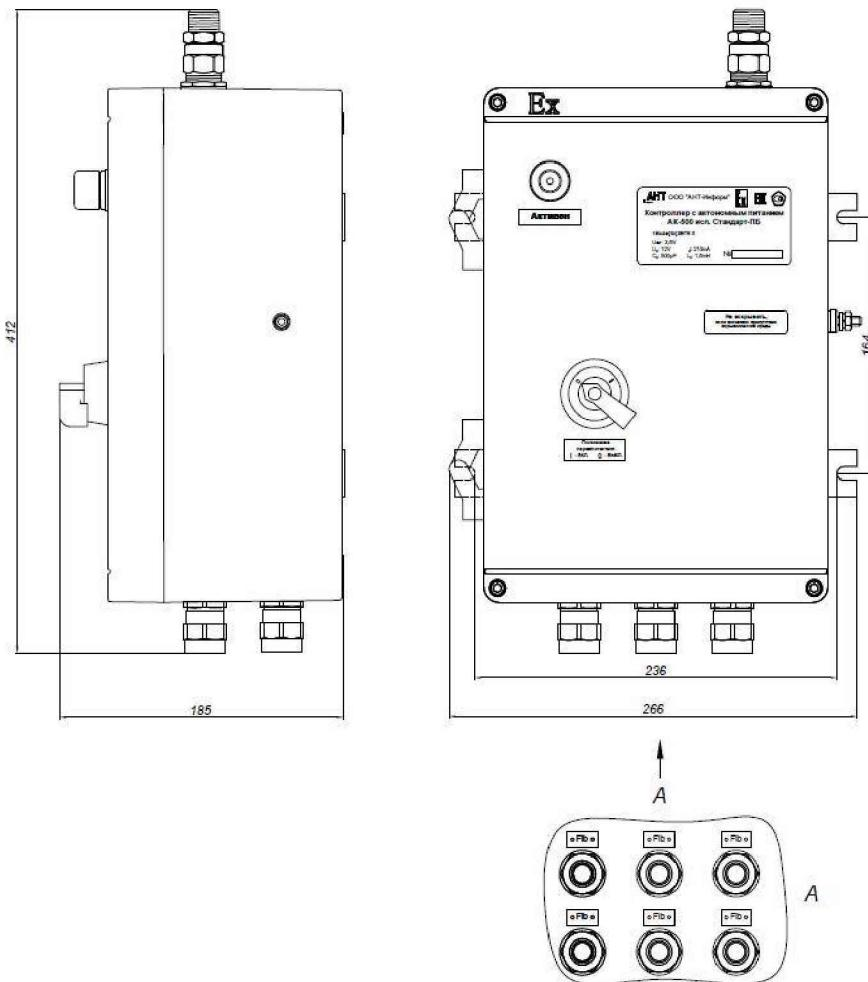

Рисунок 1.3. Внешний вид контроллера AK-500 «Стандарт-ПА» и «Стандарт-ПБ»
- 3) Стандарт-ПА – в пластиковой оболочке с повышенной защитой против взрыва с шестью кабельными вводами снизу и одним антенным сверху по комплекту КД АЕТВ.426400.001-02. С перезаряжаемыми элементами питания. И внешним механизмом отключения питания.(рис. 1.3).
питания.И внешним механизмом отключения питания.(рис. 1.3).